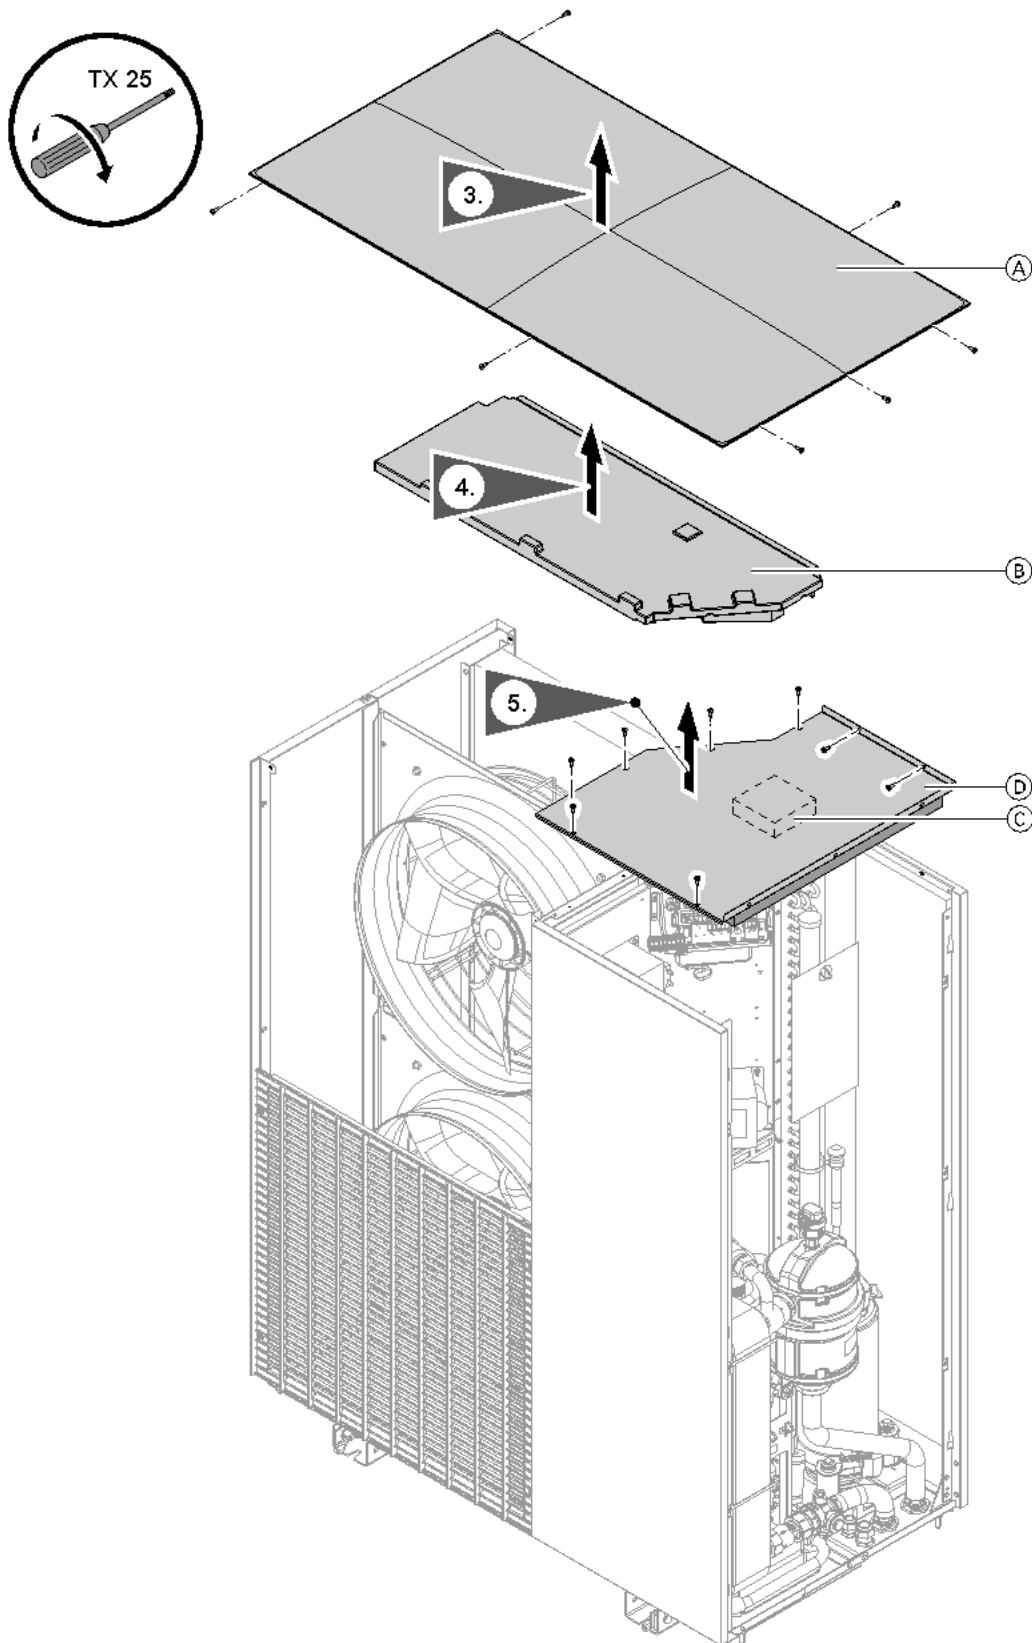

Abb. 96
3. Deckel abbauen: Siehe Abb. 96.
2. Deckel abbauen: Siehe Abb. 96.